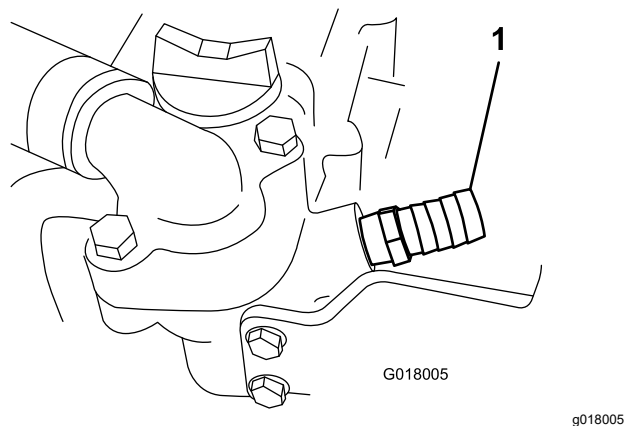

Figura 32
2. Coloque um recipiente para gotas. Retire a tomada debaixo e à frente da caixa do termostato, aplique vedante de tubos nas roscas da união reta de $\frac{5}{8}$ pol. e instale-a na unidade (Figura 32).